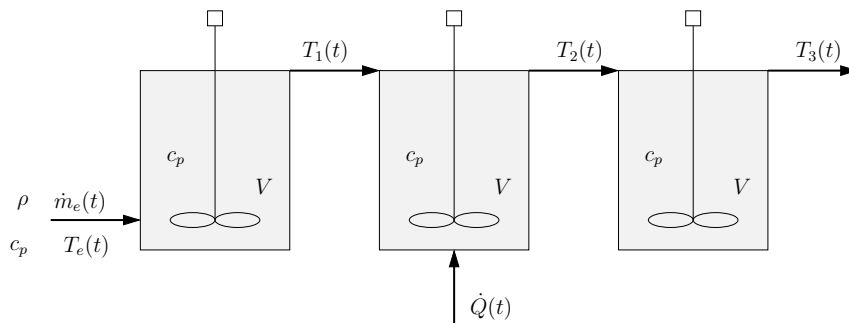

Figura 8: Tanques em série.
8. Considere o processo mostrado na Figura 8. A velocidade do fluxo de massa de líquido através dos reservatórios é constante (\dot{m}_e). São considerados constantes a densidade ρ , os volumes dos tanques V e as capacidades caloríficas dos tanques e dos fluxos c_p . Deseja-se saber como a temperatura de entrada $T_e(t)$ e a transferência de calor $\dot{Q}(t)$ afetam a temperatura de saída $T_3(t)$. Para esse processo, desenvolva o modelo matemático, determine as funções de transferência relacionando $T_3(t)$ a $T_e(t)$ e $\dot{Q}(t)$, e desenhe o diagrama de blocos.